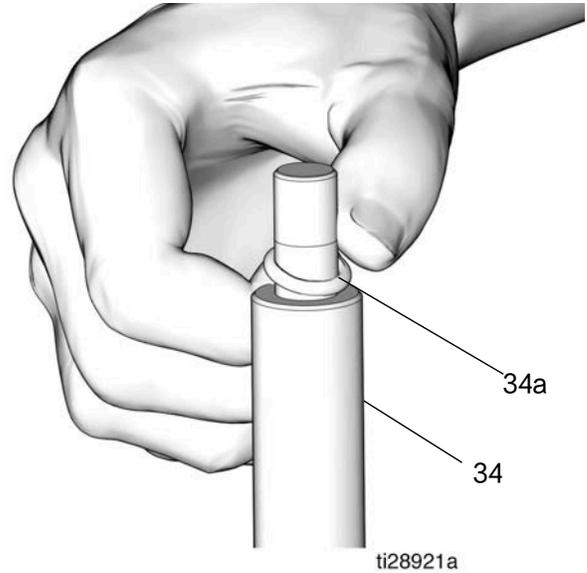

图 24
21. 使用夹子将O形圈(34a)从活塞杆(34)上拆下(图24)。